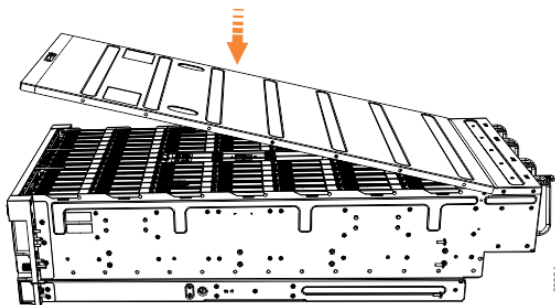

Figura 78. Alinhando a tampa superior
1. Abaixe a tampa com cuidado e certifique-se de que ela esteja alinhada corretamente com a parte traseira do gabinete, conforme mostrado em Figura 78 na página 70.